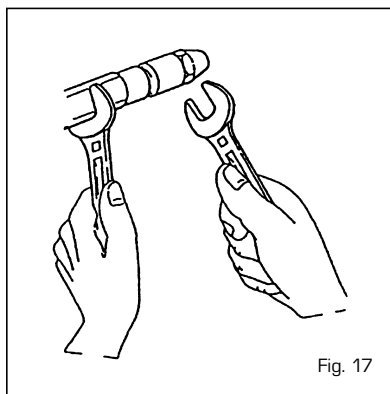

Fig. 17
- Bloccare il porta spruzzo utilizzando una chiave n° 19 e svitare l'ugello con una chiave n° 16 (fig. 17).